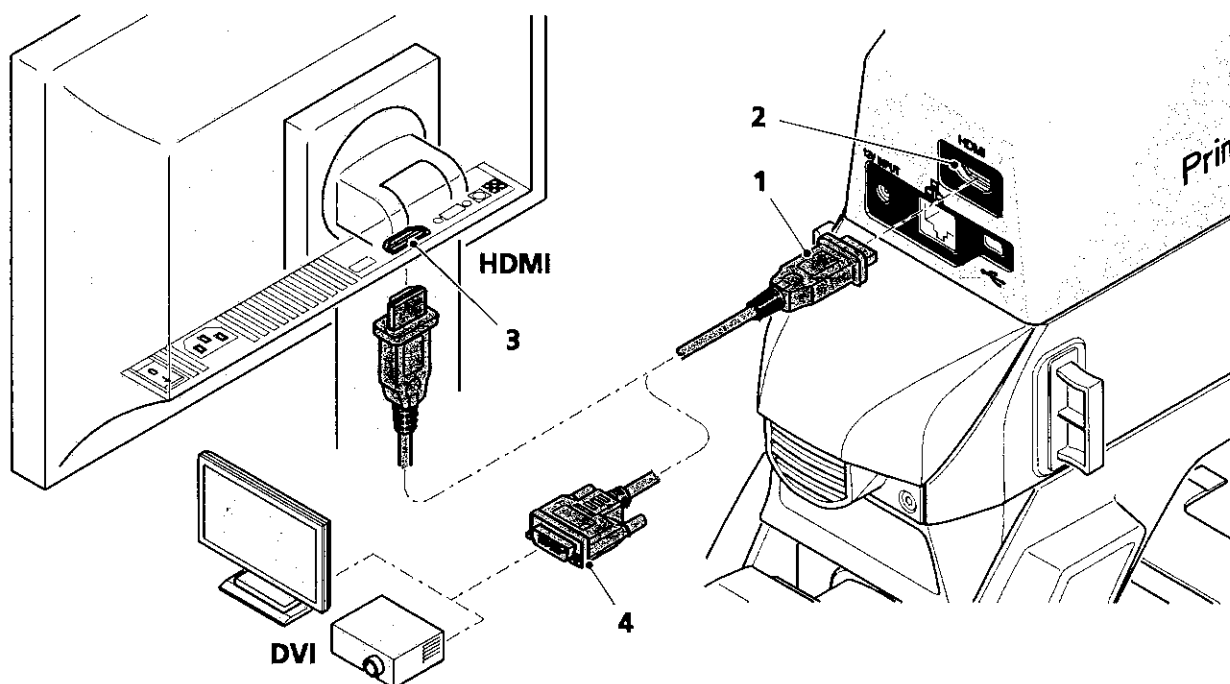

Bild 8 Anschluss des Binokulartubus 30°/20 an einen Monitor / Beamer
- Den Monitor / Beamer mit dem Binokulartubus 30°/20 über das HDMI-Kabel verbinden. Dazu die HDMI-Stecker (Bild 8/1) an der Anschlussbuchse an der Rückseite des Binokulartubus 30°/20 (Bild 8/2) und am Monitor / Beamer (Bild 8/3) anschließen. Den HDMI-Stecker an der Anschlussbuchse am Monitor / Beamer sichern.
-  Bei Verwendung eines Monitors / Beamers ist ein HDMI / DVI-Adapterkabel (Bild 8/4) oder ein HDMI / DVI-Adapter für die Wiedergabe der Bilddaten notwendig.